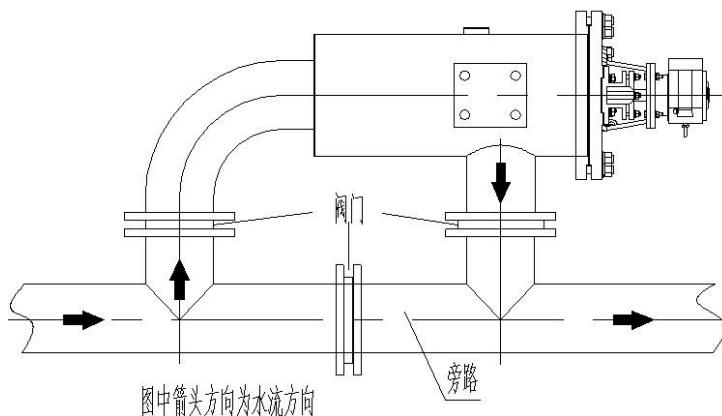

图 5
- \*3) 过滤器有两种安装方式，见图 5~6，但应注意水流方向不可弄错，安装时应尽量使水力控制阀处于水平位置或向下的位置，以保证排污彻底。